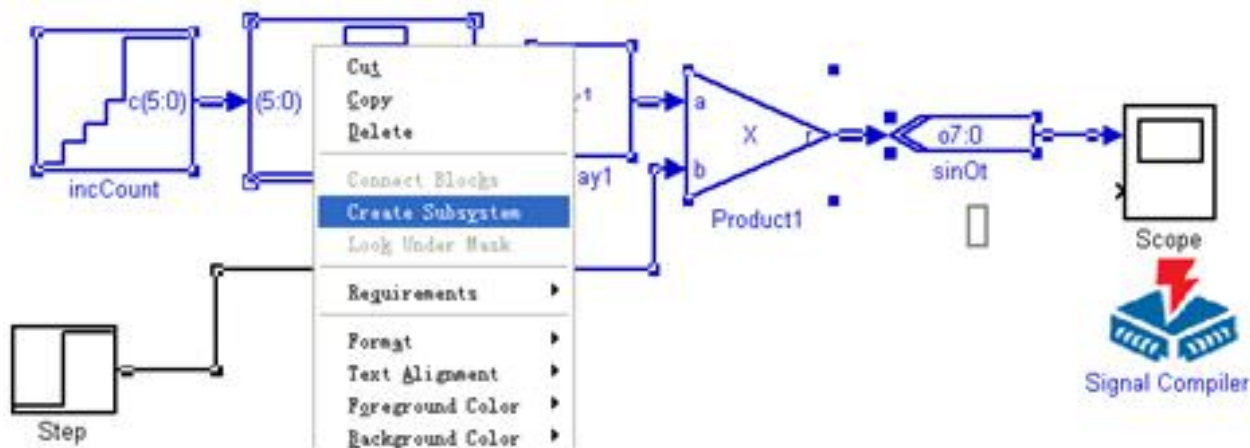

图 11-37 准备建立 Subsystem
(2) 在选中的模块上单击鼠标右键，在弹出的快捷菜单中（图11-37）选择Create subsystem命令，建立子系统。
(2) 在选中的模块上单击鼠标右键，在弹出的快捷菜单中（图11-37）选择 **Create subsystem** 命令，建立子系统。